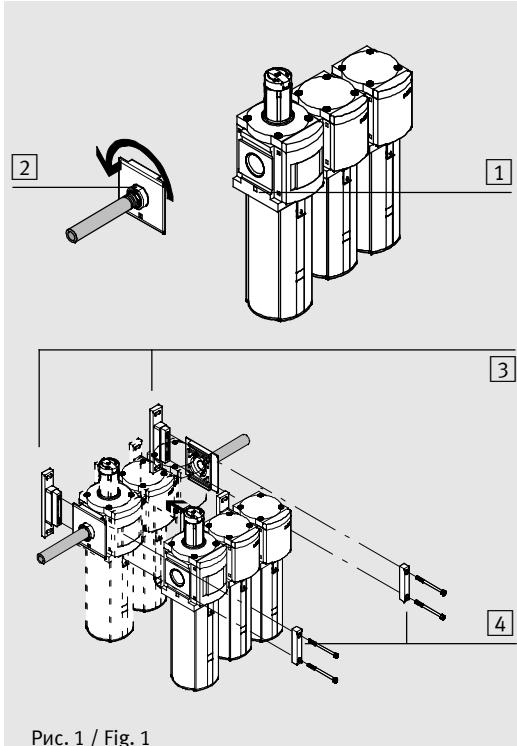

Рис. 1 / Fig. 1
Монтажная плита для крепления на трубопроводе тип MS12-AG.. / MS12-MV (рис.1)
a) Предварительный монтаж (рис. 1, вверху)
b) Завершающий монтаж (рис.1 внизу)
Röranslutningsplatta av typ MS12-AG.. / MS12-MV (bild 1)
a) Förrmontering (bild 1 övre)
b) Slutlig montering (bild 1 nedre)